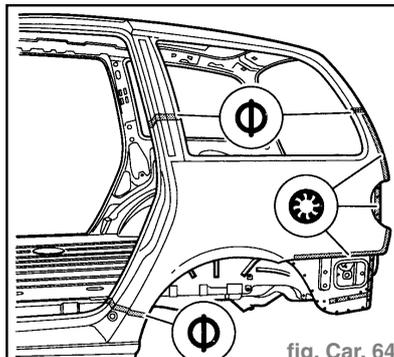

fig. Car. 64
- Souder le panneau latéral par bouchonnage sous gaz de protection (fig. Car. 64).